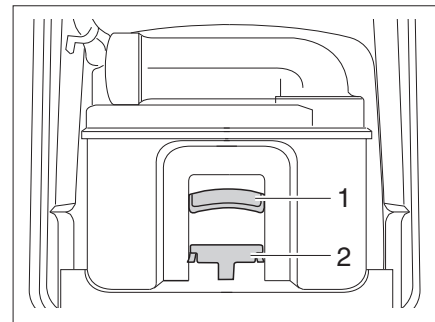

Bild 144 Thetford-kassett
- Dra hållbygeln (Bild 144,2) framåt för att låsa upp toalett-kassetten och dra ut kassetten i handtaget (Bild 144,1).